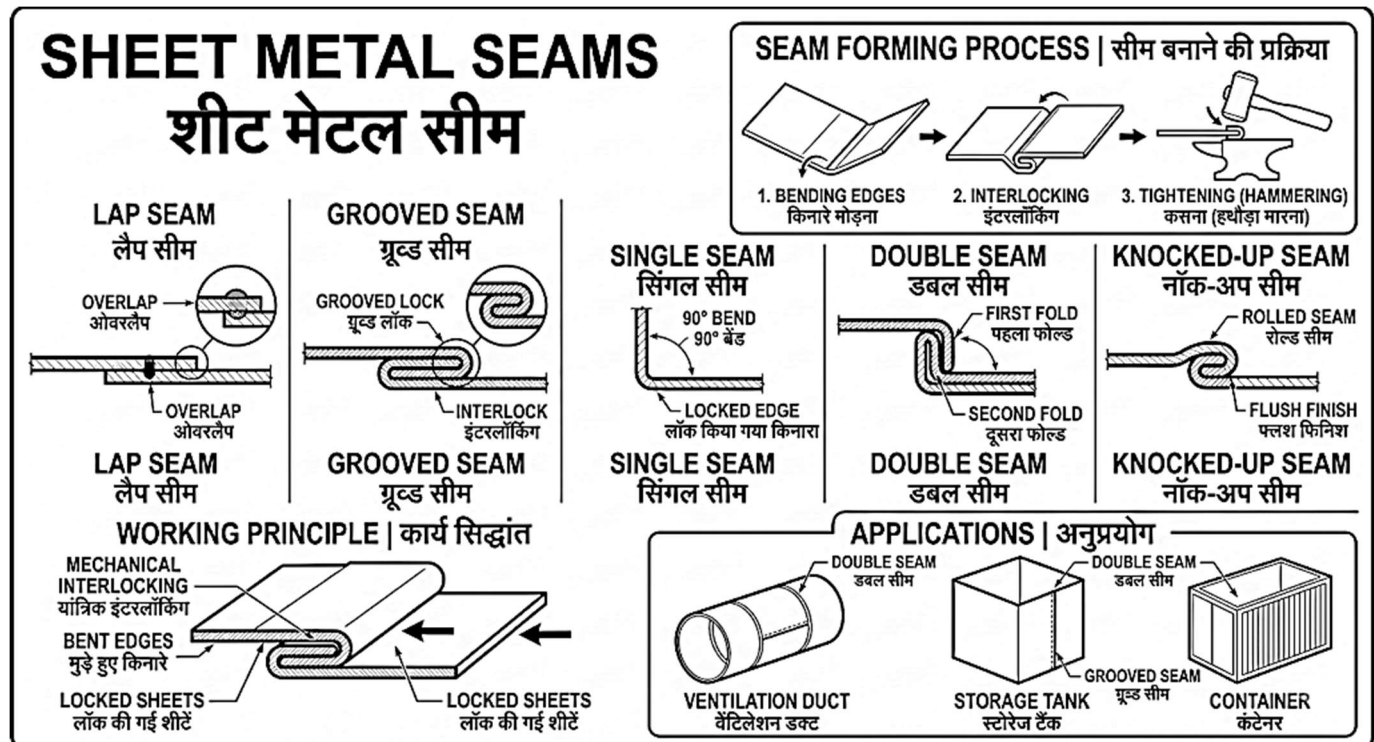

Fig. 3.6: Sheet Metal Seams for Strong and Leak-proof Joints | मजबूत एवं रिसाव-रोधी जोड़ों के लिए शीट मेटल सीम
3.6.1 Introduction (Fig. 3.6)
3.6.1 परिचय (Fig. 3.6)